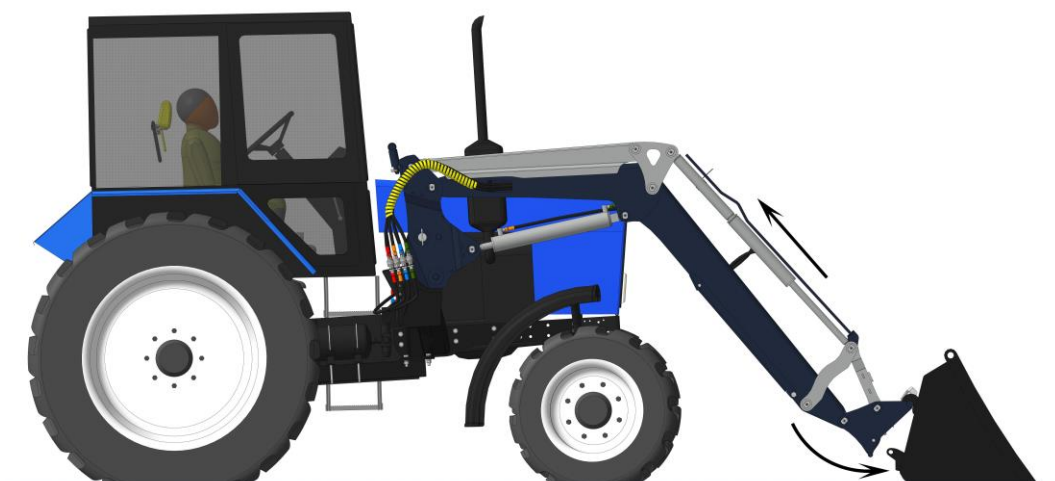
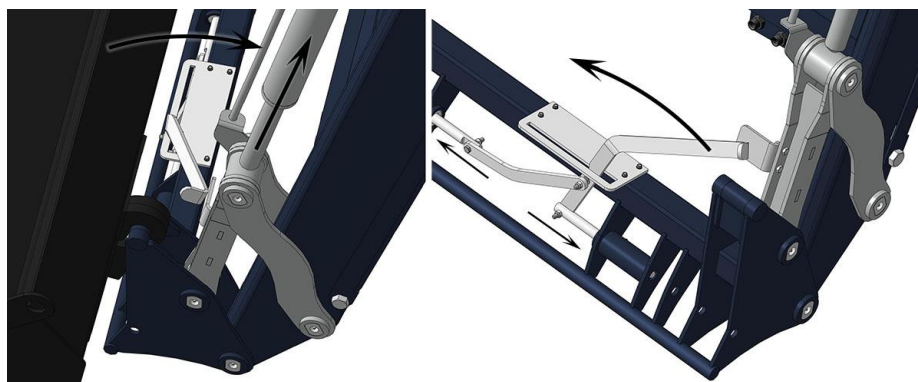

Рисунок 2.15
Рисунок 2.16
- подцепить верхней осью подвески рабочий орган (рис. 2.15);
- гидроцилиндрами разворота рабочих органов запрокинуть полностью рабочий орган на себя (рис. 2.15). На погрузчиках Basic, Standard, Robust выйти из трактора и вручную защелкнуть подвеску, на погрузчике VIP специальный кронштейн собьёт рычаг подвески, и она закроется автоматически (рис. 2.16).